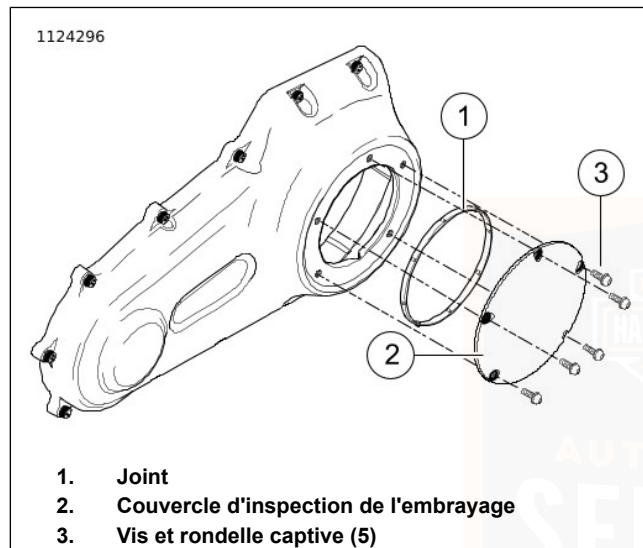
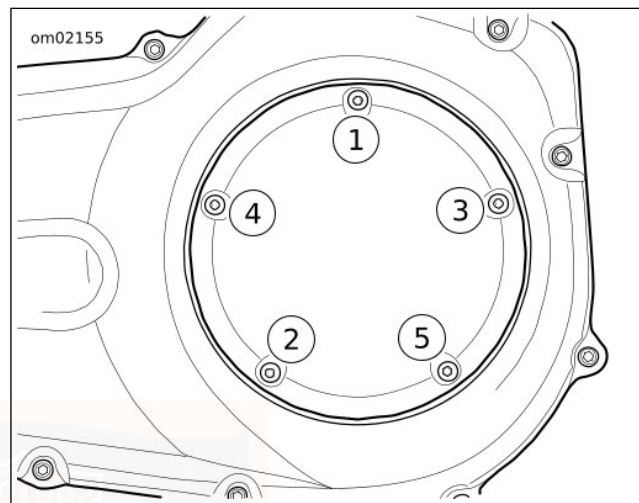

Figure 53. Couvercle d'embrayage (classique)
Figure 54. Séquence de serrage de couvercle d'embrayage
6. Voir Figure 53. Déposer les vis (3) et le couvercle d'inspection de l'embrayage (2).
7. Déposer le joint (1). Dans le couvercle d'inspection, essuyer l'huile du carter de chaîne primaire et de la rainure.
- a. Voir Figure 53. Poser le **nouveau** joint (1) dans la rainure du carter.
- b. Fixer le couvercle d'inspection de l'embrayage avec les vis et les rondelles captives (3).
- c. Voir Figure 54. Serrer dans l'ordre indiqué.